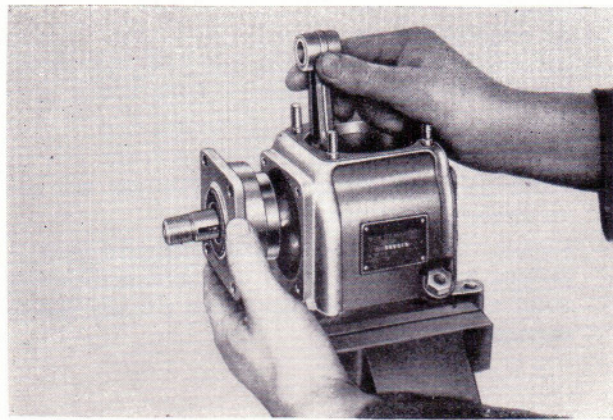

Bild 145
- Pleuelstange in das Kurbelgehäuse einhängen und die Kurbelwelle von der Antriebsseite her in die Pleuelstangenbohrung einführen (Bild 145).